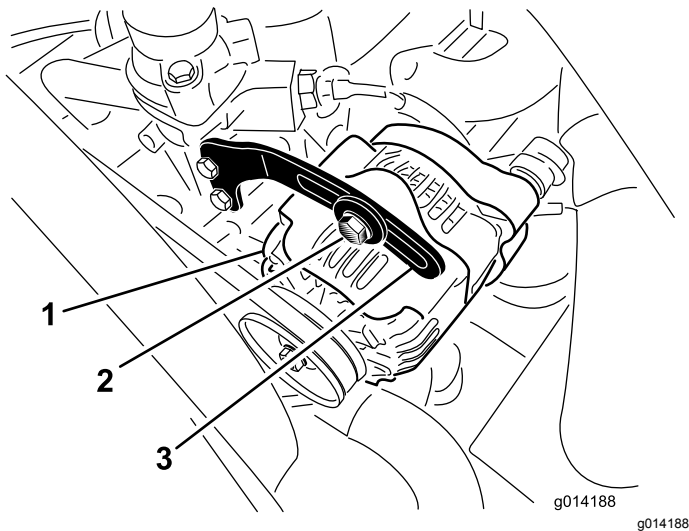

Figure 45
2. Contrôlez la tension de la courroie d'alternateur (Figure 45) en exerçant une force de 10 kg à mi-distance entre les poulies d'alternateur et de vilebrequin.
3. Desserrez le boulon qui fixe le renfort à l'alternateur (Figure 45), et le boulon de pivot d'alternateur.